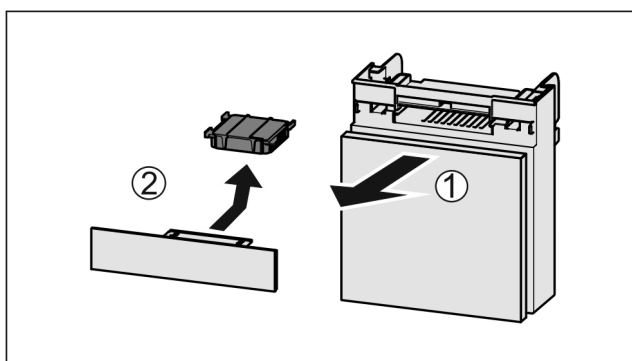

Fig. 144
- Вытянуть Fig. 144 (1) отделение движением вперед.
- Извлечение Fig. 144 (2) фильтра с активированным углем.